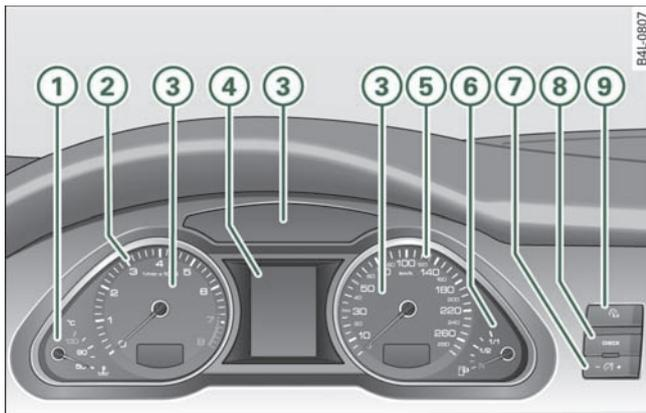

图 2 组合仪表一览
冷却液温度表① => 图 2 仅在点火开关打开后才开始工作。为避免损坏发动机，请您留意以下关于温度范围的说明。
只允许转速表  的指针 => 第11页，图 2 短时进入刻度盘的红色区域；否则有损坏发动机的危险！刻度盘红色区域的起始点取决于各发动机的具体情况。